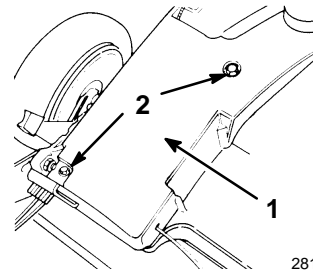

Figure 25
1. Le moteur étant arrêté, retirer les deux boulons de fixation du carter de courroie (Fig. 25) au carter de tondeuse.